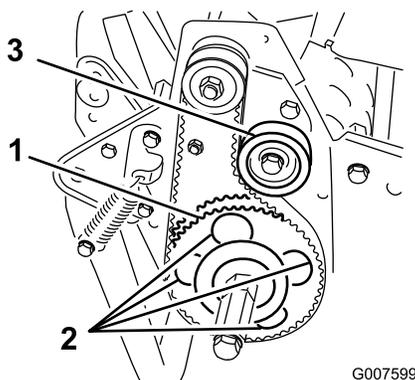

Figura 44
7. Gire la polea arrastrada hasta que los taladros queden alineados con los 4 tornillos con arandela prensada del cojinete de rodillos (Figura 44).
- 11. Ajuste la tensión de la correa y apriete el tornillo de montaje de la polea tensora (Figura 44).